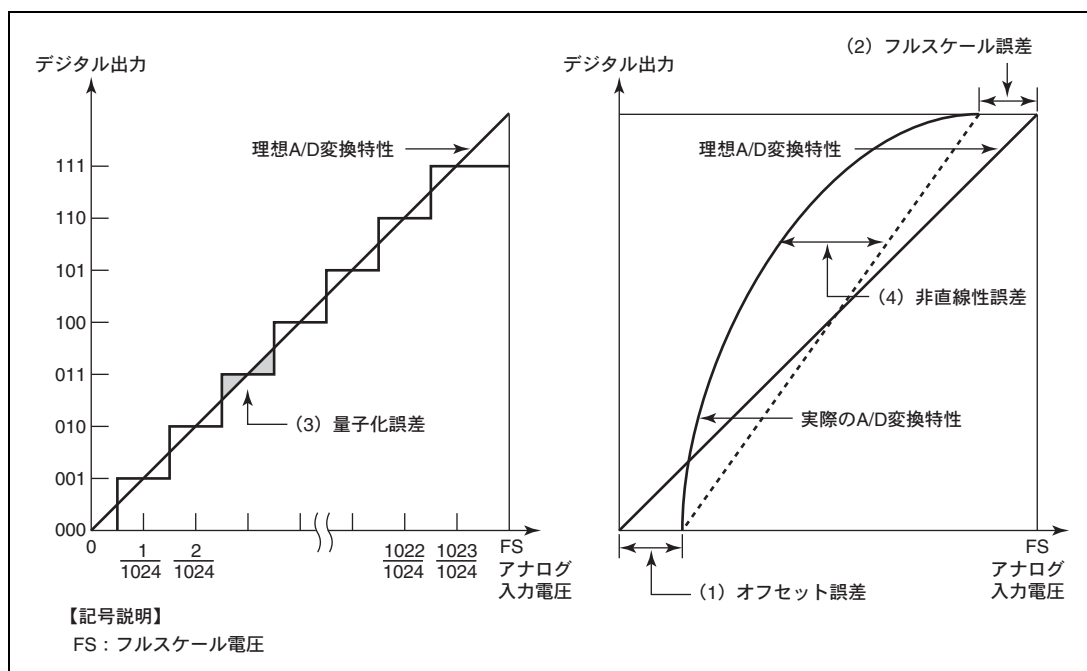

図 26.7 A/D 変換精度の定義
図 26.7 に沿って、上記 1～4 の誤差を説明します。ただし、図ではわかりやすいように、10 ビットの A/D 変換器を 3 ビットの A/D 変換器に単純化しています。オフセット誤差とは、デジタル出力値が最小値（ゼロ電圧）B'0000000000（図では 000）から B'0000000001（図では 001）に変化するときの、実際の A/D 変換特性と理想 A/D 変換特性との偏差（図 26.7 (1)）です。フルスケール誤差とはデジタル出力値が B'1111111110（図では 110）から最大値（フルスケール電圧）B'1111111111（図では 111）に変化するときの、実際の A/D 変換特性と理想 A/D 変換特性との偏差（図 26.7 (2)）です。量子化誤差とは、A/D 変換器が本質的に有する誤差であり、 $1/2\text{LSB}$ で表されます（図 26.7 (3)）。非直線性誤差とは、ゼロ電圧からフルスケール電圧までの間の実際の A/D 変換特性と理想 A/D 変換特性との偏差（図 26.7 (4)）です。ただし、オフセット誤差、フルスケール誤差、量子化誤差は含みません。